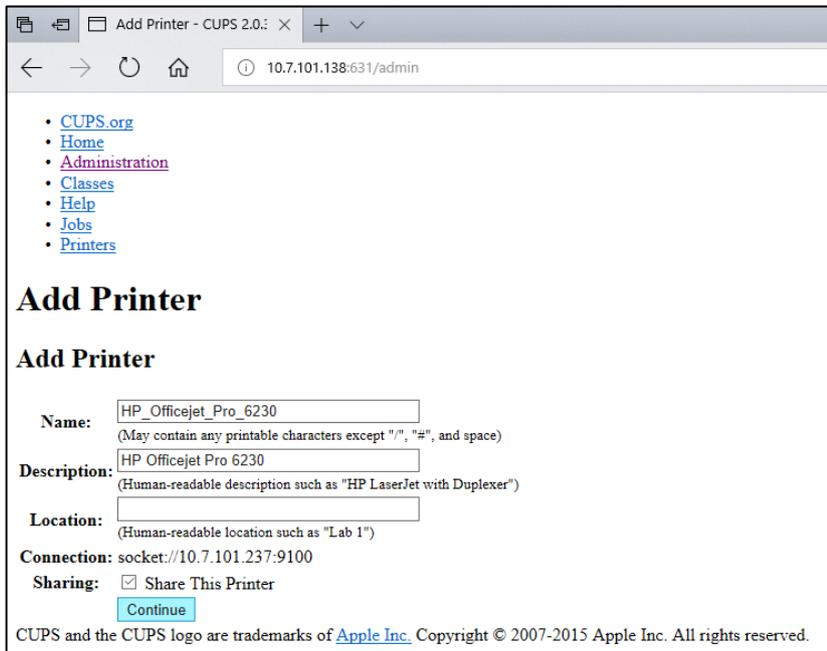

Figura 102. Schermata di aggiunta stampanti.
5. Selezionare Share this printer (Condividi stampante) e premere Continue (Continua) (Figura 102).